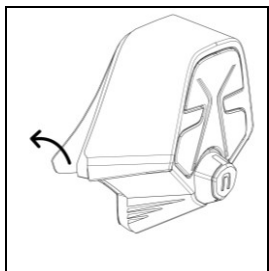

Fig. 4
- Retirez le film de protection de l'adhésif double face (Fig. 4).